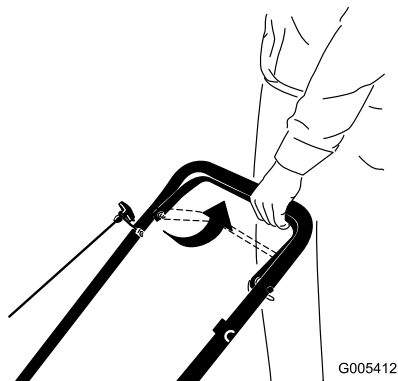

**Figure 14**
2. Appuyez fermement sur l'amorceur avec le pouce (Figure 14).